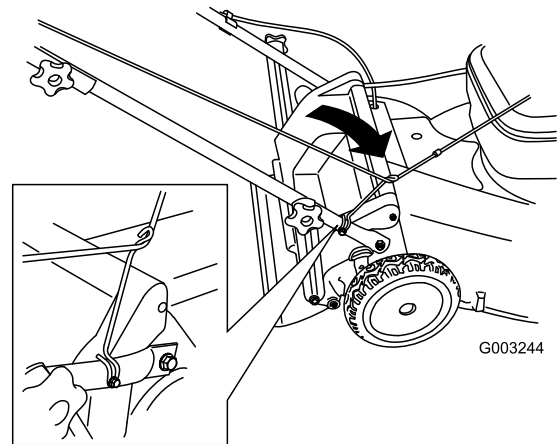

Figura 36
3. Pase la cuerda del arrancador alrededor de la guía de cuerda inferior (Figura 36).